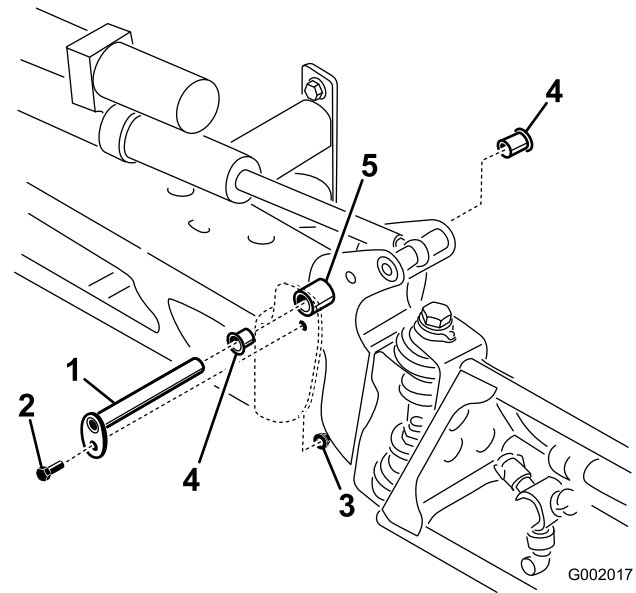

Bild 101
- Wenn das Gewicht des Auslegers abgestützt ist, nehmen Sie die Schraube und die Mutter ab, mit denen der Lagerbolzen am Ausleger befestigt ist (Bild 101).
- Entfernen Sie die Schraube und die Mutter, mit denen der Lagerbolzen befestigt ist, und nehmen Sie den Bolzen ab (Bild 101).
- Nehmen Sie die Nylonbüchsen vorne und hinten an der Schwenkhalterung ab und prüfen Sie sie (Bild 101).
- Tragen Sie etwas Öl auf die Nylonbüchsen auf und setzen Sie sie in die Schwenkhalterung ein (Bild 101).
- Montieren Sie den Ausleger und die Schwenkhalterung im mittleren Rahmen und fluchten Sie die Löcher aus (Bild 101).